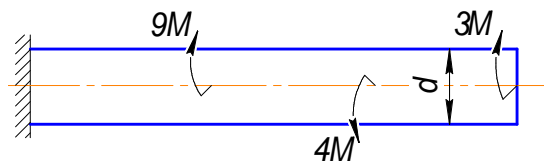

Рис.2.38
2.69. Максимальное касательное напряжение для скручиваемого стержня на рис.2.38. равно.....[простой выбор]